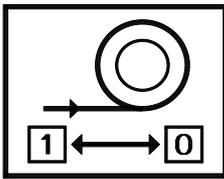
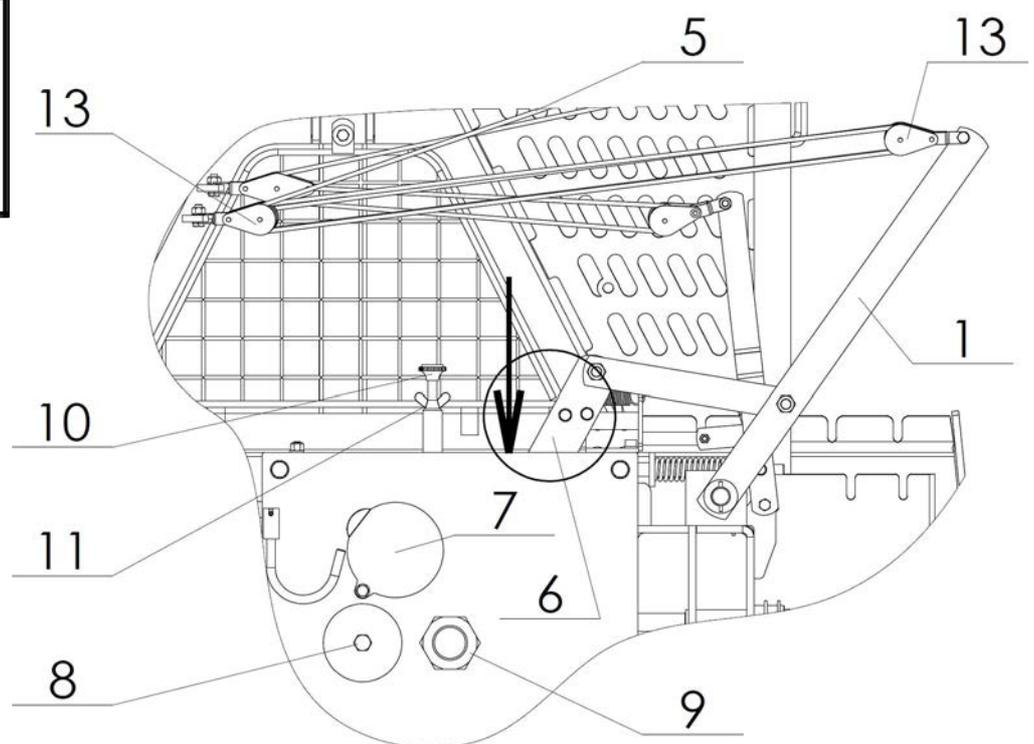
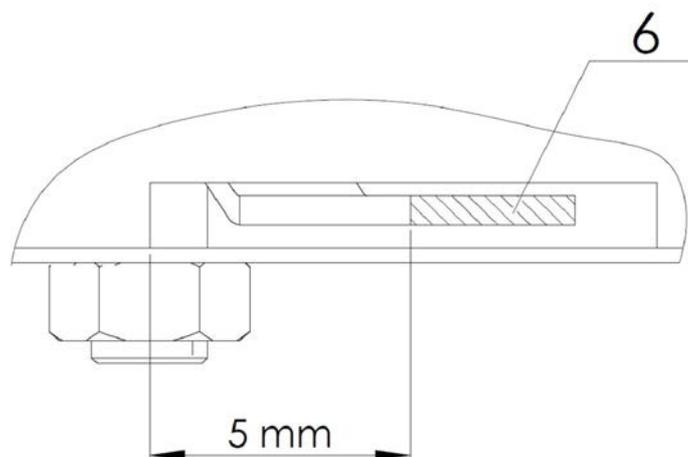

Bild 9
Bild 11
Bild 11a
Die Seilwinde wird auf den Boden gelassen. Die Seilwinde wird durch den Polterschild gefestigt und der Schlepper wird mittels der Handbremse eingebremst. Es darf auf keinem Fall vor der Festigung der Winde mit dem Ziehen angefangen werden. Vor dem Zug der schwarzen Schnur ist zu überprüfen, ob sie richtig zwischen zwei kleinen Rollen (Pos 13, Bild11) aufgewickelt ist. Die Wicklung ist richtig, wenn der Hebel (Pos. 1) beim Aufhören des Ziehens der Schnur (Pos. 5) in die ursprüngliche Stellung AUS (Bild 9) geht.
**Untersagt wird jeglicher Eingriff ins Einschaltmechanismus, der ein synchronisiertes Funktionieren der Kupplung und der Bremse verhindern würde. Ebenfalls ist verboten, den roten Bremshebel (Pos. 2, Bild 11) zu ziehen.**
Nachdem das Dynamometer (Waage) befestigt worden ist, wird mit einer Kraft von 350 N (35 kg) an der Schnur gezogen, wobei die Stellung des Hebels beobachtet werden muss (Pos. 6, Bild 11). Auf dem Bild 11a ist ein Grundriss des Hebels dargestellt. Die Stellung des Hebels (Pos. 6) wird mit der Mutter auf der Hauptwelle (Pos. 9, Bild 11) so lange reguliert, dass der Hebel von der Lehne abrückt, aber maximal 5 mm!
Im Falle, dass die Mutter zu fest gezogen wurde (Pos. 9, Bild 11) und sich der Hebel mehr als 5 mm von der Lehne entfernte, ist die benötigte axiale Kraft auf die reibungsfläche der Kupplung zu klein.
Mit der Schraube (Pos. 10, Bild 11) und Flügelmutter (Pos. 11, Bild 11) wird die Vorbremse eingestellt. Zuerst wird die Flügelmutter gelöst und die Schraube (Pos. 10) reguliert. Mit dem Drehen der Schraube nach rechts wird die Bremskraft größer, mit dem Drehen nach links wird sie kleiner. Dann dreht man die Flügelmutter ein, die das Lösen der Schraube verhindert.
Zuerst wird das dreieckige Schutzgitter an der Stütze der Seilwinde entfernt. Dann wird auch der Deckel (Pos. 7, Bild 11) entfernt und die Trommel in jene Position gedreht, die das Ablösen der Schraube an der Trommel ermöglicht. Diese Schraube wird dann in solche Stellung aufgedreht, dass die Rille an der Trommel frei ist. Das Drahtseil wird in die obere Seilführung und über die obere Umlenkrolle zur Seiltrommel eingeleitet. Das Seil wird in die Rille eingeleitet, und die Schraube (Pos. 8) angezogen. Danach beginnt man mit dem Aufwickeln, wie es beim Verfahren des Ziehens vorgeschrieben ist. Nachdem das Seil in der Gesamtlänge aufgewickelt worden ist, wickelt man es noch einmal ab und auf, wie im Kapitel »Abwickeln des Drahtseils« beschrieben, um die Beschädigung des Seils zu vermeiden.